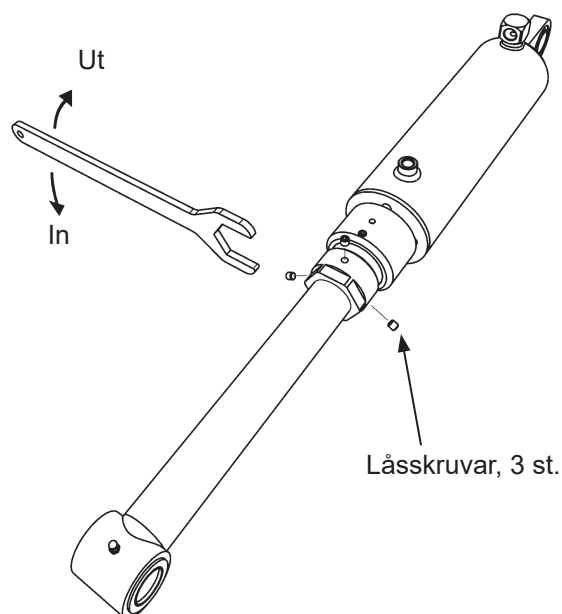

Bild 38. Justering av tiltvinkel
5. Lossa de tre låsskruvarna på den andra tilt-cylindern. Bild 38.
6. Vrid justerhylsan så att tiltcylindern passar mot infästningen på lyftbryggan. Se Bild 38.